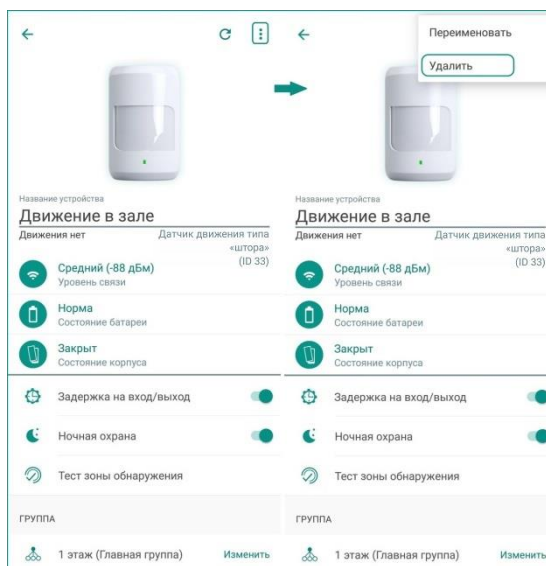

Рисунок 16.1 – Вызов меню на экране настройки датчика
- В приложении на экране настройки датчика (см. рисунок 16.1).